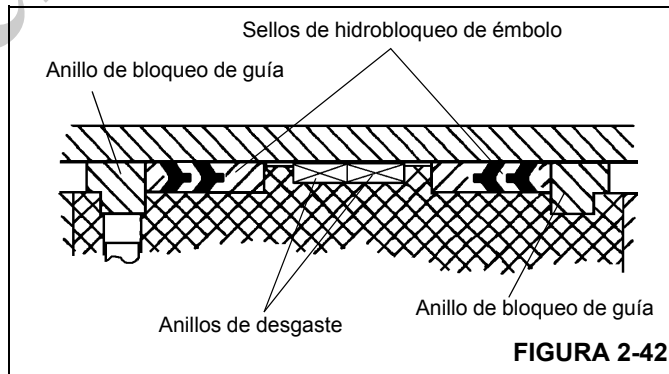

**FIGURA 2-41**
5. Instale el anillo frotador, los anillos de respaldo, el sello profundo en Z de varilla, el conjunto del sello intermedio y los anillos de desgaste en el interior de la cabeza del cilindro (Figura 2-41).